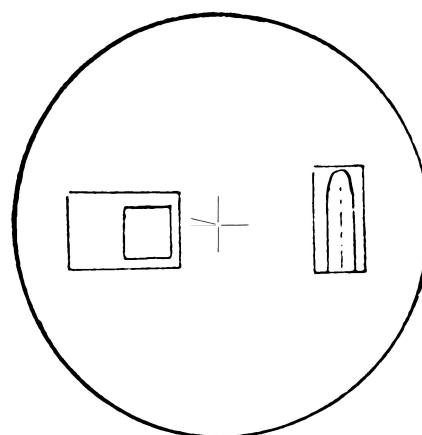

Рис.4
- установите окуляр 6 визирной трубы на резкость изображений масштабной сетки, шкалы и пузырька цилиндрического уровня (рис.4);